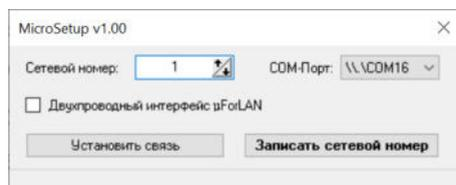

Рис.6. Окно программы microsetup.exe при первом запуске.
6.4. Измерительный преобразователь ДВ2ТСМ подключается к измерительной системе трехпроводным кабелем. Назначение выводов преобразователя приведено на рис.6.
Запустите программу microsetup.exe, при этом открывается окно, показанное на рис.6.